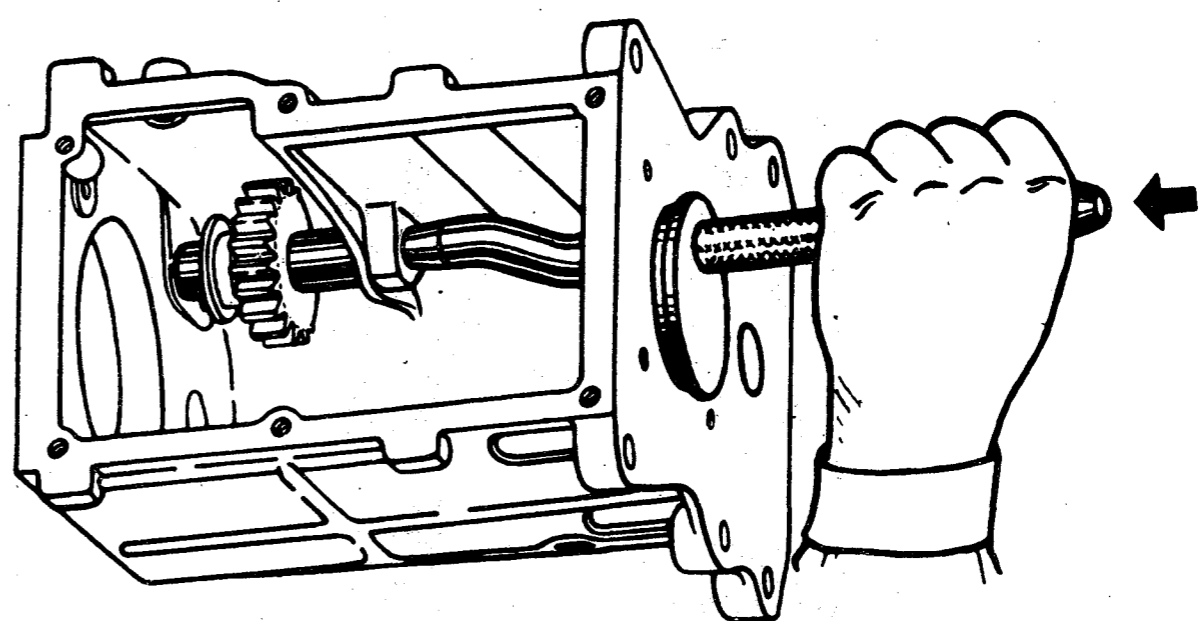

Рис. 103. Демонтаж оси промежуточной шестерни
- выпрессовать ось промежуточной шестерни заднего хода, для чего вставить кольцо приспособления 7823-5707 в отверстие подшипника ведущего вала коробки передач, направить оправку на ось и легкими ударами молотка выпрессовать ось (рис. 103);